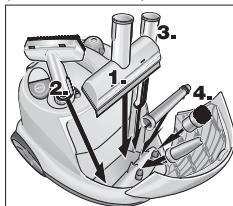

Abb. 9: Zubehörfach
- Legen Sie Handdüse, Fensterdüse, Punktstrahldüse und Kleinteile in das Zubehörfach (siehe Abb. 9).